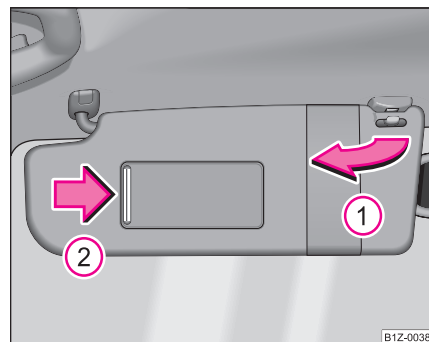

Fig. 52 Parasol: girar
La visera parasol para el conductor o acompañante se puede extraer de la fijación y girarla hacia la puerta en el sentido de la flecha ① ⇒ fig. 52.